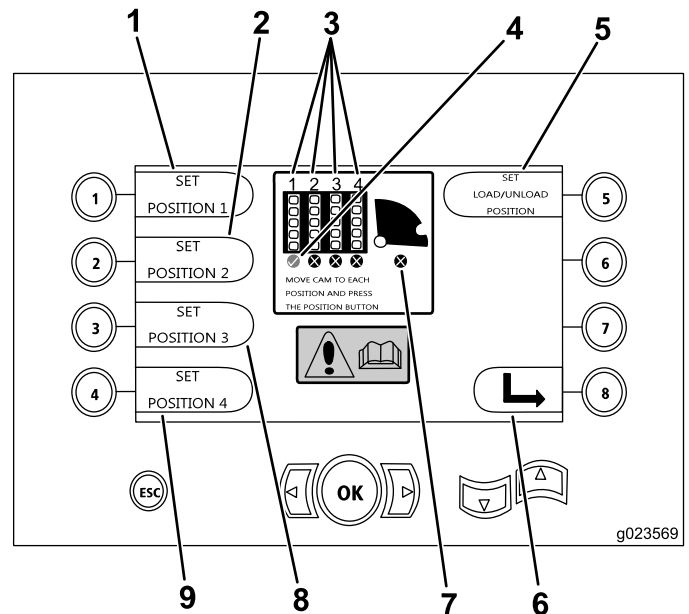

Рисунок 30
- Кнопка 1 – установка положения 1 (Рисунок 30)
- Кнопка 2 – установка положения 2 (Рисунок 30)
- Кнопка 3 – установка положения 3 (Рисунок 30)
- Кнопка 4 – установка положения 4 (Рисунок 30)
Чтобы установить положение загрузки или разгрузки, нажмите кнопку 5 (Рисунок 30).